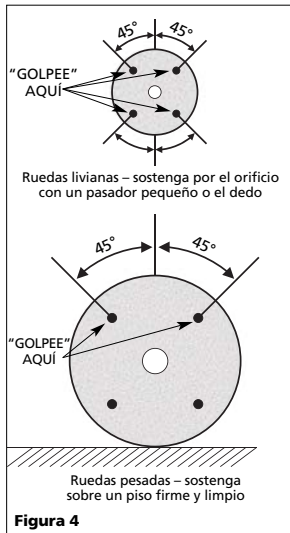

Figura 4
- Asegúrese de que la rueda que tiene pensado montar como repuesto no tenga áreas quebradas ni astilladas ni defectos. Monte la rueda sobre una varilla o lápiz por el orificio del mandril y golpee el lado de la rueda (en la posición indicada en la Figura 4) con un objeto liviano y no metálico, como el mango de un destornillador. Una rueda en buen estado y sin daños emite un tono claro. Si está dañada, emite un sonido apagado o sordo. Si la rueda está dañada, no debe usarse.